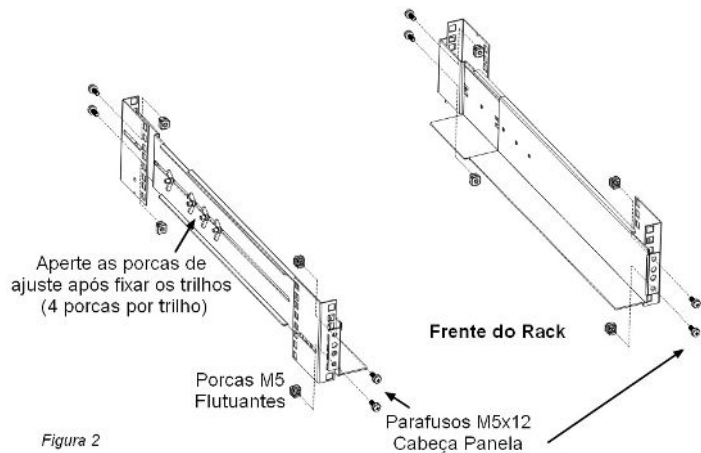

Figura 2
2. Selecione o tamanho apropriado para posicionar o Nobreak (veja FIGURA 2). O trilho ocupa quatro posições na parte dianteira e traseira do rack.